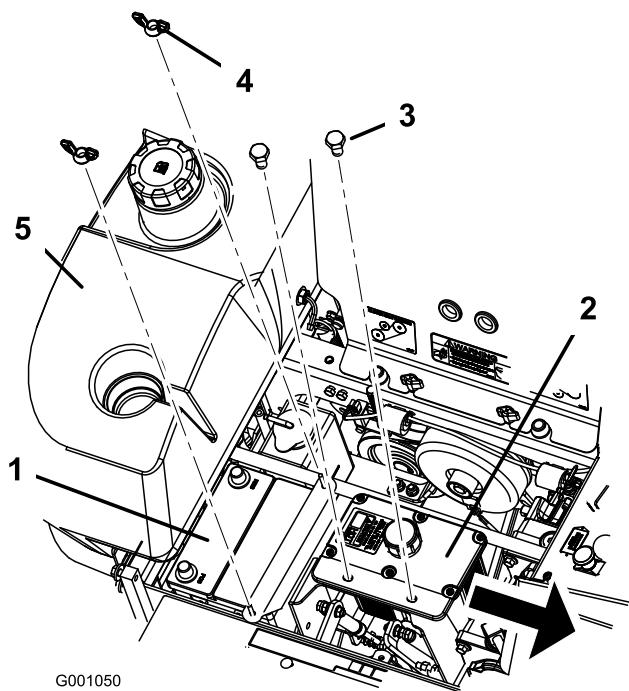

Figure 49
6. Retirez les deux écrous à oreilles (1/4 po) qui fixent la barrette de maintien de la batterie (Figure 49).
7. Retirez les 2 boulons de fixation du réservoir hydraulique (Figure 49).
1. Placez la batterie dans son support en tournant les bornes à l'opposé du réservoir hydraulique (Figure 49).
6. Fixez la batterie en position avec des boulons en J, une barrette de maintien, 2 rondelles (1/4 po) et 2 écrous à oreilles (1/4 po) (Figure 49).